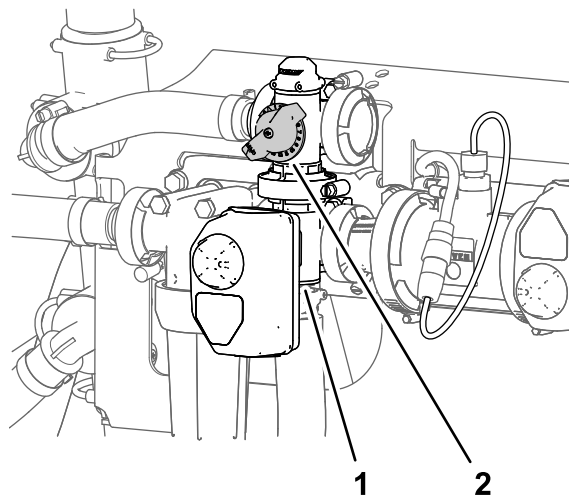

Рисунок 36
11. Отрегулируйте перепускной клапан перемешивания (Рисунок 36) на задней стороне клапана перемешивания так, чтобы давление в системе опрыскивания, показываемое манометром, составляло 689 кПа (6,89 бар).